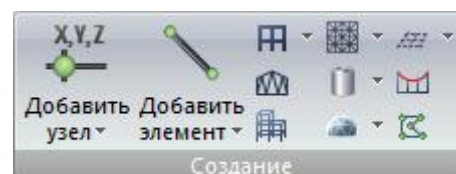

Рис.12. Панель Создание
- **Создание** (рис.12) – операции по созданию регулярных фрагментов и сетей, ферм, пространственных рам, генерации различных поверхностей, добавлению узлов и элементов, триангуляции контуров;
Панель **Создание** (рис.12) содержит следующие команды: